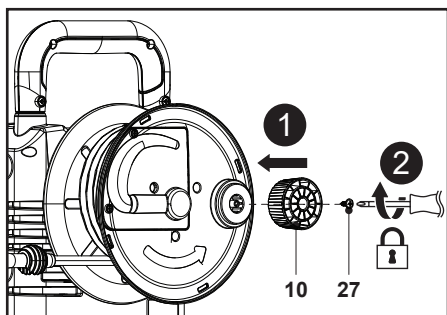

Rys. 2
Wyrównać otwór montażowy na prowadnicy węża (7) z jego uchwytem na maszynie, a następnie przy użyciu odpowiedniego wkrętaka krzyżakowego (brak w zestawie) zamocować połączenie za pomocą śruby (ST4,8 x 16 z dużą główką śruby) (28) (rys. 2, kroki 1, 2).